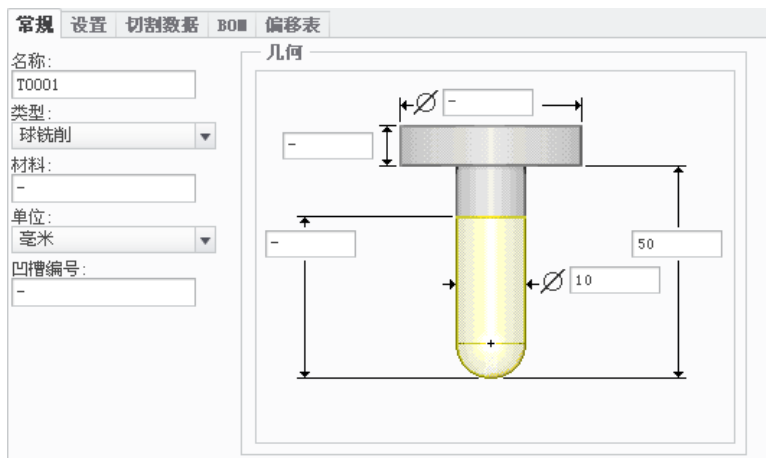

图 3.10.4 设定刀具一般参数
Step3. 在弹出的“刀具设定”对话框中的选项卡中设置图 3.10.4 所示的刀具参数，设置完毕后依次单击和按钮，返回到“铣削工作中心”对话框。